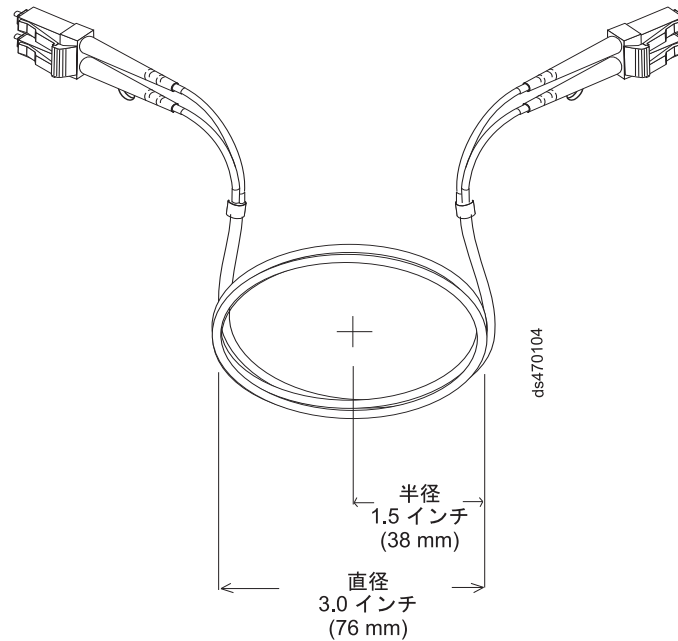

図 25. 光ファイバー・ケーブルの曲げおよびループに関する推奨仕様。
- 余分な、または未使用の光ファイバー・ケーブルを保管するときは、ケーブルを直径 76 mm (3 インチ) 未満または半径 38 mm (1.5 インチ) 未満に曲げないでください。また、ケーブルを折り返さないでください。 57 ページの図 25を参照してください。